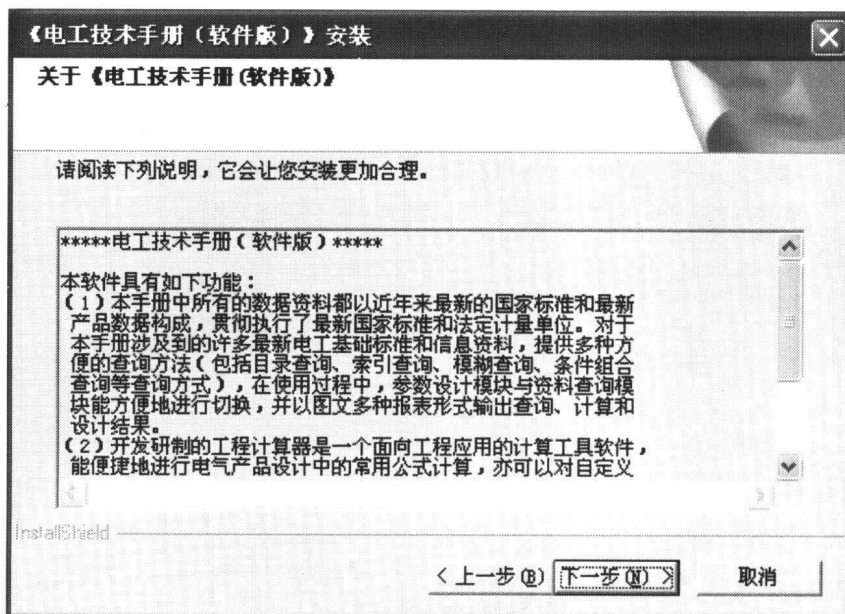

图 1-3 软件信息界面
- （4）进入如图 1-3 所示的软件信息界面。在此界面中概要介绍了《电工技术手册（软件版）》的主要功能，单击“下一步”按钮。